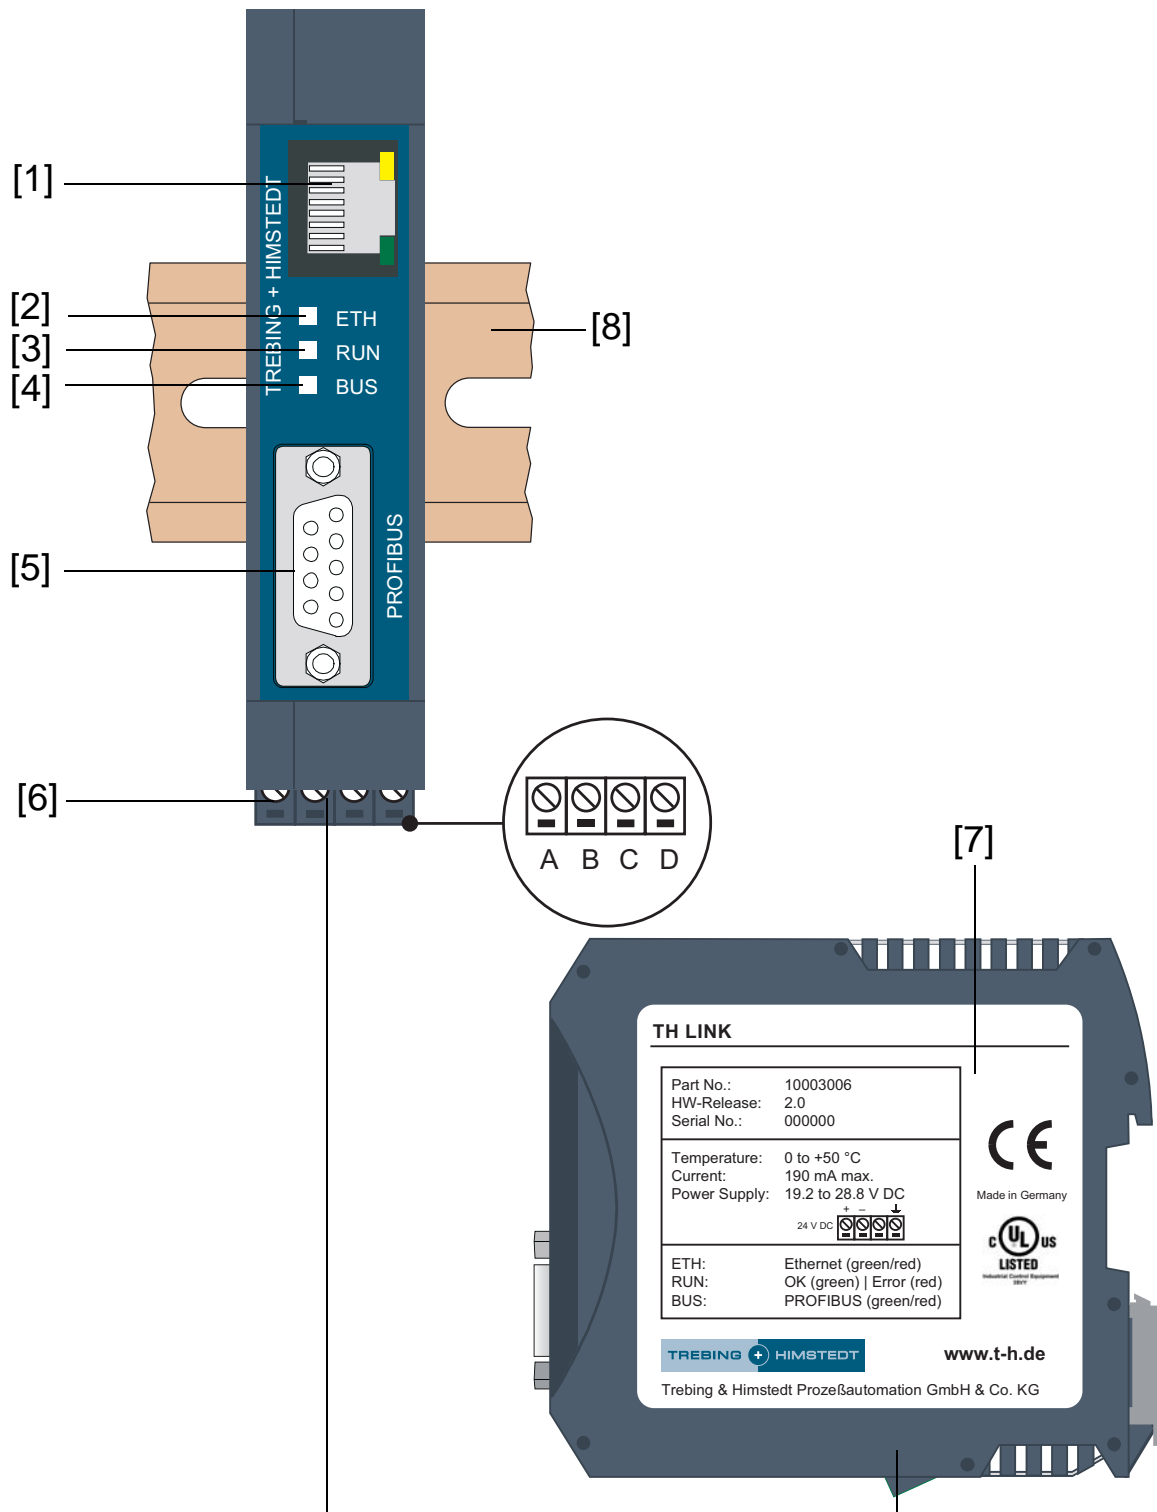

Abb. 1: TH LINK (Vorder- und Seitenansicht)
(siehe Abbildung 1)
1. Stecken Sie den Stecker des Patch-Kabels (RJ-45, nicht im Lieferumfang) in die Ethernet-Schnittstelle am TH LINK (siehe Abbildung 1 Nr. [1]), bis der Stecker einrastet.